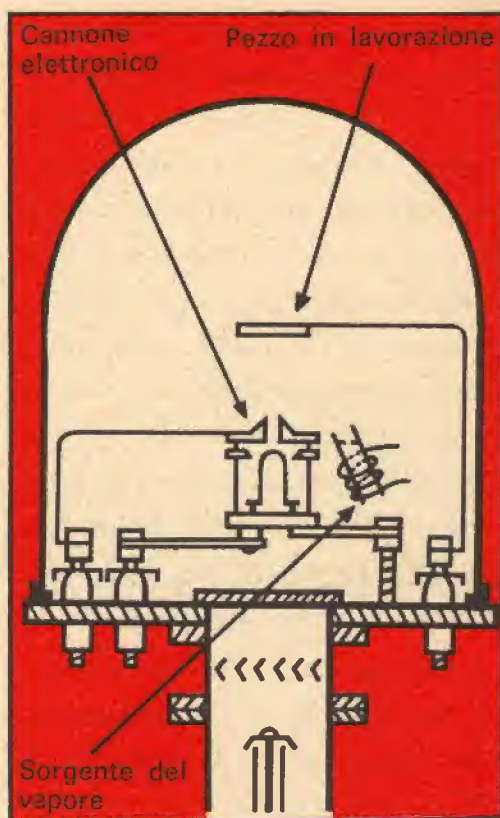

Fig. 4 - Apparecchio per formare pellicole polimeriche mediante bombardamento elettronico.
I fasci elettronici possono anche essere usati per formare pellicole isolanti mediante la polimerizzazione di composti adatti (fig. 4). Dielettrici ottenuti in questo modo sono in lavorazione presso la British Scientific Instruments Research Association. Con il bombardamento delle molecole del composto da parte degli elettroni dotati di energia cinetica si formano radicali liberi reattivi, come hanno potuto constatare per molti anni i microscopisti elettronici. Quale sostanza da esporre ai fasci elettronici si usa un composto organico del silicio; inoltre può servire un comune apparecchio adatto a formare depositi sotto vuoto. Le pellicole polimeriche ottenibili con questo sistema presentano ottime proprietà isolanti.
Praticate i fori nella scatola metallica esterna come indicato nella *fig. 4*, usando una lima per rendere quadrato il foro per l'interruttore.
Montate i piedini di gomma, gli interruttori, i distanziatori filettati e l'attacco d'antenna come si vede nella *fig. 4*. L'attacco d'antenna è costituito semplicemente da una vite da 6 x 15 mm, che deve essere montata con rondelle di fibra per isolarla dalla scatola. Non dimenticate di inserire un capocorda tra la testa della vite ed una delle rondelle di fibra.
**Fig. 4 - Preparate la scatola e montate in essa le diverse parti, come sopra illustrato, prima di installare il circuito stampato completo. Notate il capocorda stretto tra la testa della vite e la rondella di fibra dell'attacco d'antenna.**